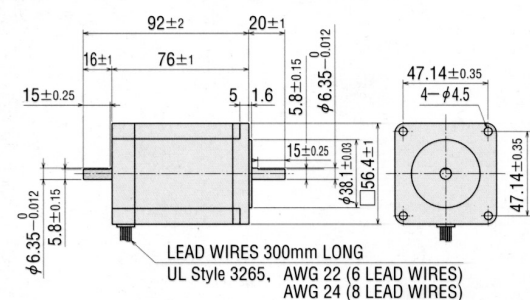

Bild 2: Abmessungen eines Schrittmotors mit Nema23-Flansch, am Beispiel des Vexta PK268.
**Abmessungen:** Schrittmotoren sind mit verschiedenen Flanschgrößen erhältlich. Dabei sind das Flanschmass, der Wellendurchmesser und die Lage der Befestigungspunkte festgelegt (Bild 2). Gängige Größen sind 39\*39mm (Nema-16), 42\*42mm (Nema-17), 56\*56mm (Nema-23) und 83\*83mm (Nema-34). High-Torque Ausführungen werden z.T. auch mit 60mm Flanschmaß angeboten, die aber nicht immer das gleiche Lochbild und den gleichen Wellendurchmesser haben wie die Nema-23 Typen mit 56 mm Flansch.